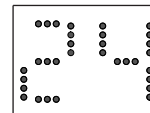

Fig. 1
- En degrés Celsius, les affichages numériques comme fig1.